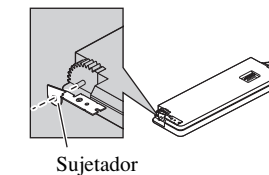

Fig. 11
**1. Coloque los sujetadores en ambos lados del panel delantero. (Fig. 11)**